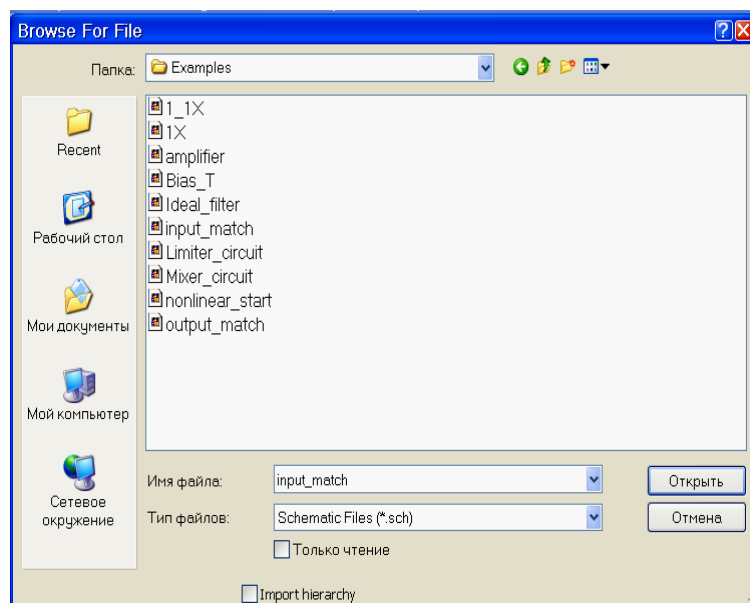

Рис. 4.15
1. Щёлкните правой кнопкой мышки по группе **Circuit Schematics** в окне просмотра проекта и выберите **Import Schematic** во всплывающем меню. Откроется диалоговое окно **Browse For File** (Рис. 4.15).